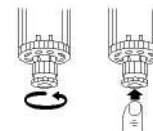

Рис. 9.1
- Один раз в неделю удаляйте воду, скопившуюся в стакане воздушного фильтра (рис. 9.1). Для этого выполните следующее (работа должна выполняться с ресивером под давлением):